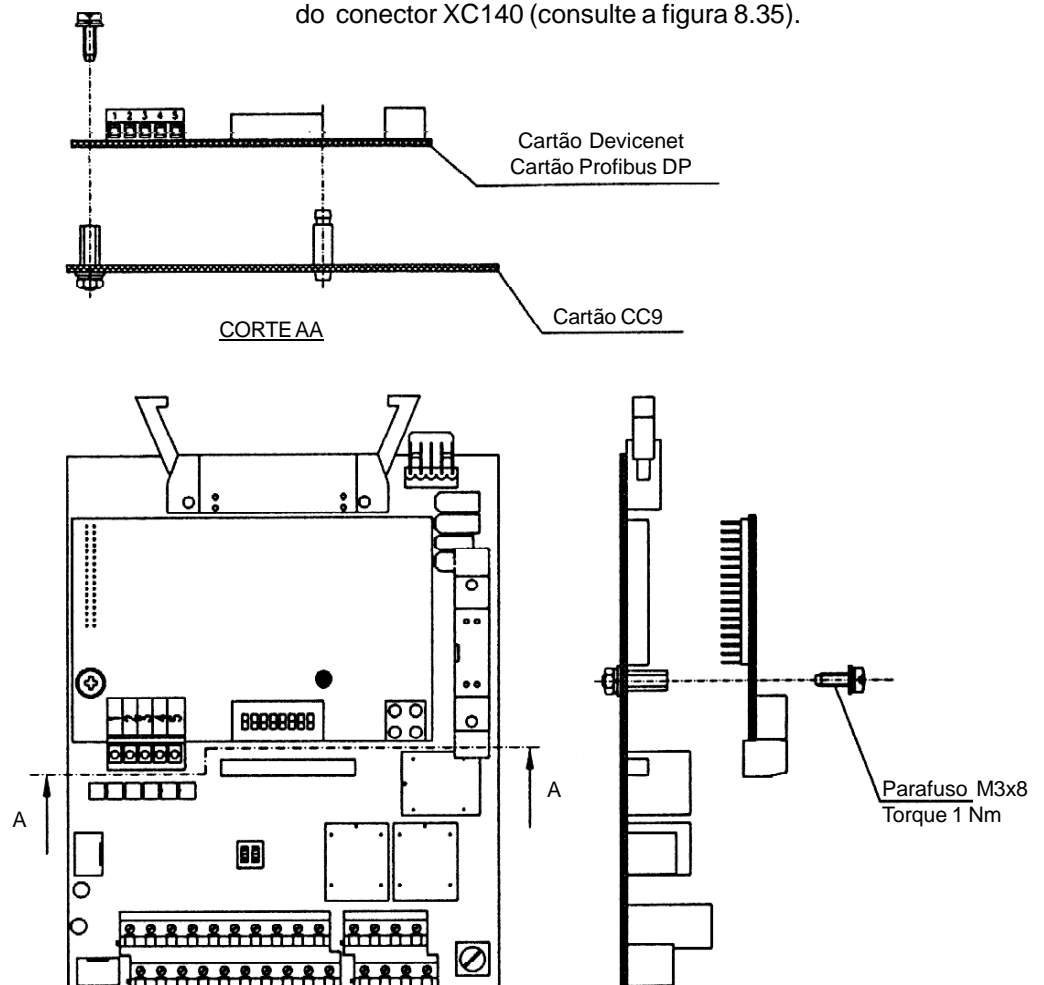

Figura 8.35 - Instalação do cartão eletrônico do Fieldbus
2. Encaixar cuidadosamente o conector barra de pinos do cartão eletrônico do Fieldbus no conector fêmea XC140 do cartão de controle CC9. Verificar a exata coincidência de todos os pinos do conector XC140 (consulte a figura 8.35).